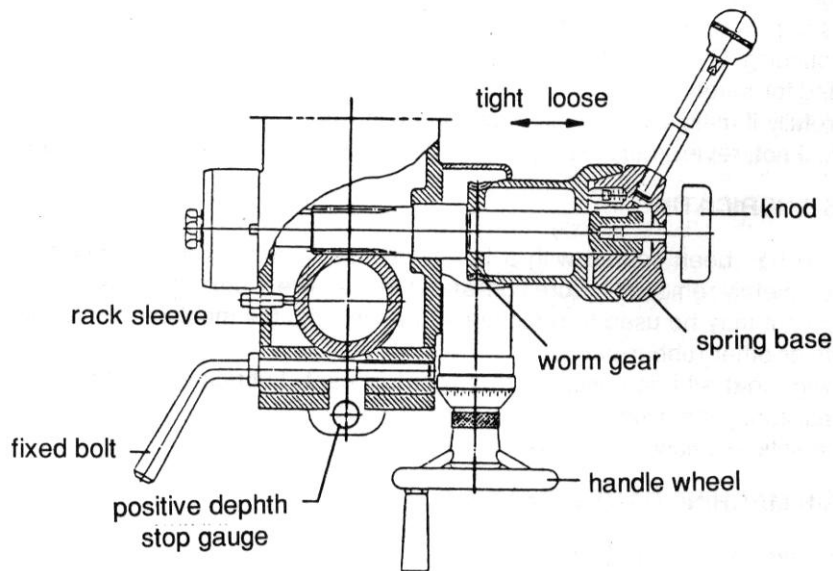

Fig.2.
4. Préparation de forage (voir fig.2) (Excepté système complémentaire d'alimentation électrique)
5. Préparation de fraisage (voir fig.2) (excepté système complémentaire d'alimentation électrique)